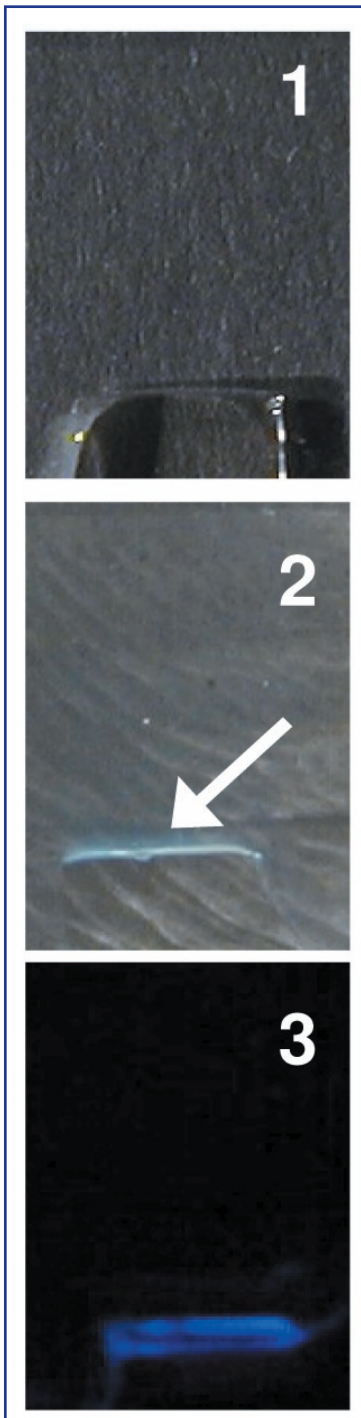
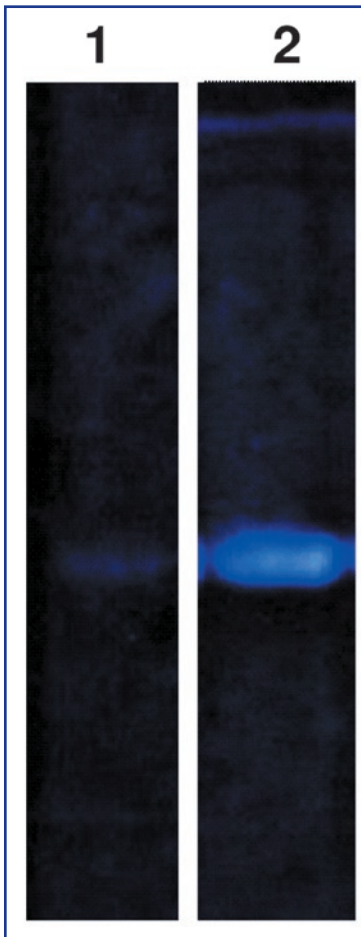

Abbildung 4: Vergleich von Sammelgeltaschen vor und nach der Tinopal-Färbung
Abbildung 6:
Im 19. Jahrhundert nahmen häufig die „Schönfärber“ auch das Reinigen gefärbter (und ungefärbter) Stoffe wahr. In ihnen kann man die Väter der späteren „Chemischreiner“ sehen. Ein Beispiel dafür ist die in Hannover 1874 gegründete Firma Dreyer – s. Abbildung 4 [3].
Abbildung 4: Werbung der Färberei und chemischen Wäscherei Dreyer in Hannover aus dem Adreßbuch der Fabriken und Gewerbebetriebe der Provinz Hannover, zusammengestellt von Carl Ecker, Hannover 1879/1881.
(1) Sammelgeltasche vor dem Cellulose-Synthase-Aktivitätstest;
(2) Sammelgeltasche nach dem Cellulose-Synthase-Aktivitätstest und vor der Tinopal-Färbung;
(3) Sammelgeltasche nach dem Cellulose-Synthase-Aktivitätstest und nach der Tinopal-Färbung unter UV-Licht.
liche Verfärbungen erkennen, die vor dem Aktivitätstest nicht vorhanden waren [Abbildung 4, Pfeil]. Wurden diese Gelstreifen mit dem Fluoreszenzfarbstoff Tinopal angefärbt, so konnte man unter UV-Licht an den Stellen der weißlichen Verfärbungen und zusätzlich im Trenngel eine stark fluoreszierende Bande erkennen [Abbildung 5 (4)]. Am stärksten war die Fluoreszenz bei den mit 0,25 % Triton X-100 solubilisierten Proben. Bei vergleichbaren mit Digitonin solubilisierten Proben war die Fluoreszenz um ein vielfaches niedriger bzw. nicht vorhanden [Abbildung 6]. Bei bestimmten mit Spinat solubilisierten Proben konnte man nach der Tinopal-Färbung zusätzlich zwischen der fluoreszierenden Bande in der Sammelgeltasche und der im Trenngel eine dritte Bande erkennen [Abbildung 5 (3)], die jedoch nach längerem Entfärben wieder verschwand [Abbildung 5 (4)]